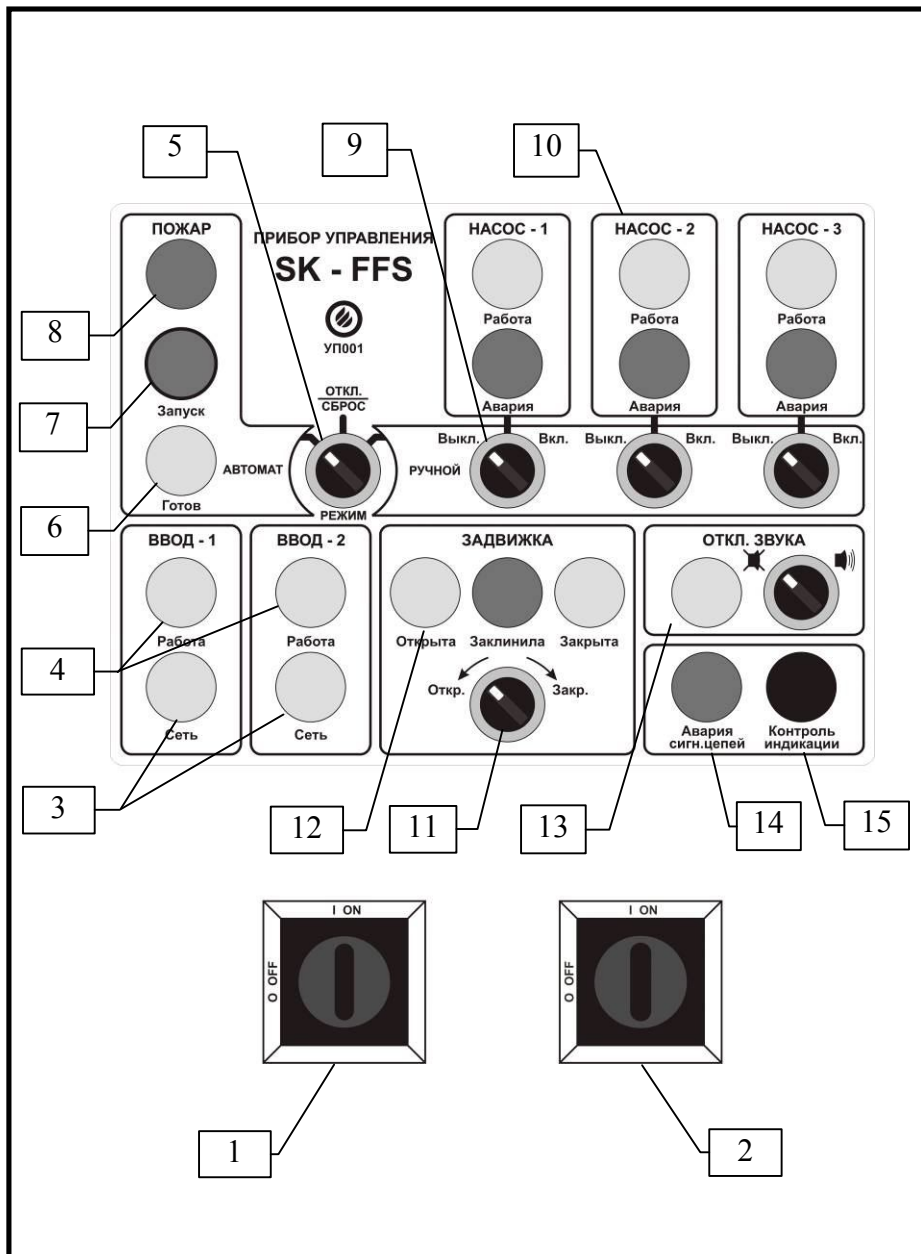

Рис.2 Внешний вид прибора
5.2 Внешний вид прибора (рис. 2)